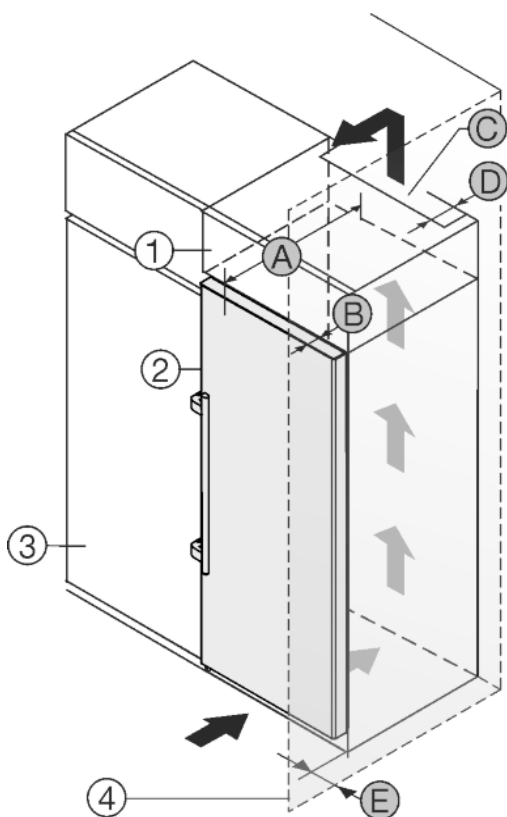

Fig. 24
Пристрій можна комбінувати з кухонними шафами. Для того, щоб пристрій Fig. 24 (2) вирівняти по висоті кухонної секції, на пристрій можна встановити антресольну секцію Fig. 24 (1).
Пристрій можна встановлювати безпосередньо поряд з кухонною шафою Fig. 24 (3). Для повного відкриття дверей пристрій повинен виступати на глибину Fig. 24 (B) відносно передньої панелі кухонної шафи. Залежно від глибини кухонних шаф та використання пристінних розпірок пристрій можна встановити так, щоб він виступав вперед.
- Задня сторона антресольної шафи повинна мати вентиляційний канал глибиною Fig. 24 (D) вздовж всієї ширини шафи.
- Під стелею приміщення слід дотримуватись поперечного перерізу вентиляційного відведення повітря Fig. 24 (C).
Якщо пристрій з шарнірами встановлюється поряд зі стінкою Fig. 24 (4), то між пристроєм та стінкою слід додержуватись відстані Fig. 24 (E). Це відповідає виступу ручки при відкритих дверцятах.